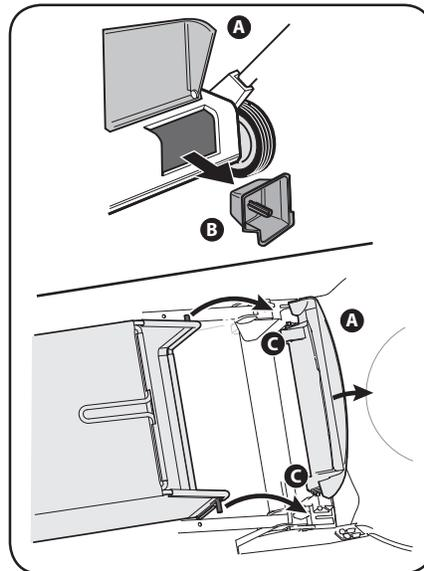

Figure 2-7
- Suivez les étapes ci-dessous pour installer le sac à herbe sur la tondeuse. Voir Figure 2-7.